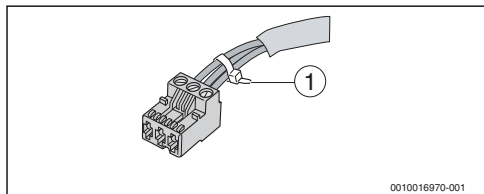

Fig. 58 Fissaggio dei cavi
- ▶ Assicurare reciprocamente i fili conduttori di ciascun cavo collegato. Questo può essere fatto mediante una spelatura corta dell'isolamento dei cavi o tramite una fascetta stringicavi vicino ai morsetti di collegamento (→ fig. 58).
- ▶ Assicurare reciprocamente i fili conduttori di ciascun cavo collegato. Questo può essere fatto mediante una spelatura corta dell'isolamento dei cavi o tramite una fascetta stringicavi vicino ai morsetti di collegamento (→ fig. 58, pag. 64).